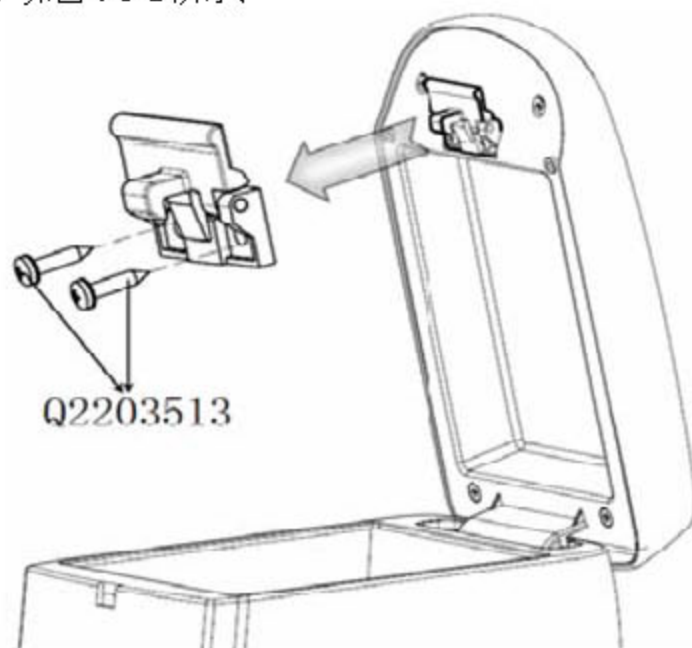

图 6-3-2 中央置物盒弹簧开关机构小总成的拆卸
1). 摁下中央置物盒弹簧开关机构，打开扶手至直立状态；用十字螺丝刀依次松开固定开关机构的两个螺钉(Q2203513 十字槽盘头自攻螺钉和平垫圈组合件)，将开关机构取下。如图 6-3-2 所示；